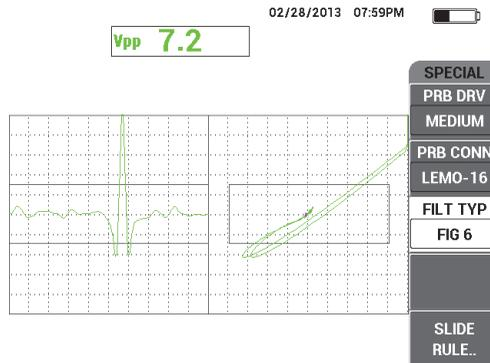

Figura 5-64 Ajuste de filtro «Figure 6»
3. Coloque la sonda en la perforación con grietas EDM y, después, ajuste el eje de indexación de manera que la sonda rote libremente cerca de un área defectuosa. Deje el escáner en la posición de rotación (R)
5. Pulse la tecla de menú MAIN FILTER () y, después, cambie el tipo de filtro (FILT TYP) [tecla de función C] a FIG 6. Vea la Figura 5-64 en la página 191.